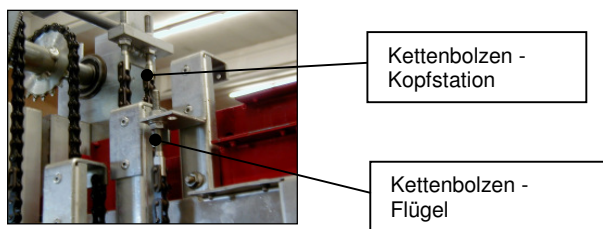

Abb. 6.4.4
7. Flügel 2 , 3 , 4 nach Flügel 1 ausrichten. (Verstellmöglichkeit über die Kettenbolzen am Flügel und an der Kopfstation möglich) **Abb. 6.4.4 und 6.4.5 sowie Zeichn. Nr. 17 172 - 4**